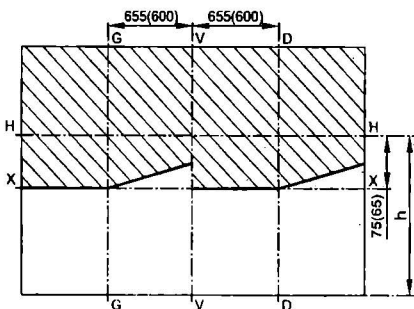

Рис. 8.6. Разметка экрана для регулировки фар
Головные фары регулируются с помощью экрана с разметкой, показанной на рис. 8.6.
- установить ненагруженный автомобиль на расстоянии 5 м от экрана (рис. 8.6);